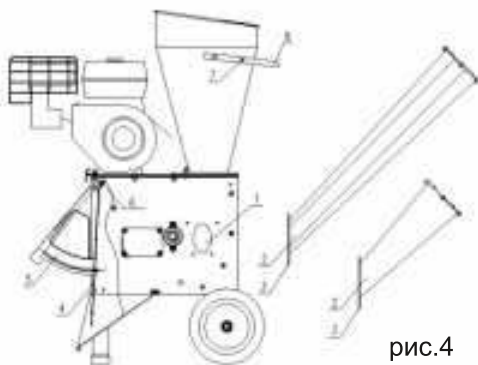

рис.4
3.5 Установите прокладку и болт в отверстие (7) и крепко затяните его гайкой через шайбу. После этого крепко затяните болт в отверстии (6).
4. Установка раструба для подачи веток, см.рис.4.
5. Установка решетки в отверстие выброса (см.рис.4)
6. Установка верхней рамы (см.рис.4)